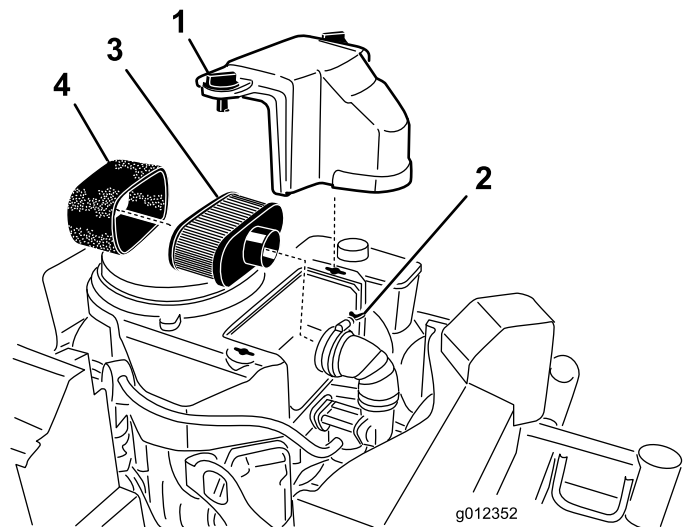

Figura 41
3. Pulite intorno al filtro dell'aria per evitare che la morchia possa penetrare nel motore provocando gravi danni (Figura 41).
4. Svitare le manopole del coperchio e rimuovete il coperchio del filtro dell'aria (Figura 41).
5. Allentate la fascetta stringitubo e rimuovete il gruppo filtro dell'aria (Figura 41).
6. Tirate via con cautela l'elemento in schiuma sintetica dall'elemento di carta (Figura 41).
1. Non pulite il filtro primario di carta, sostituitelo (Figura 41).
1. Infilate con cautela l'elemento in schiuma sintetica sull'elemento di carta (Figura 41).
2. Collocate il gruppo filtro dell'aria sull'apposita base o flessibile e fissatelo (Figura 41).
3. Posizionate la copertura del filtro dell'aria e serrate la manopola di copertura (Figura 41).